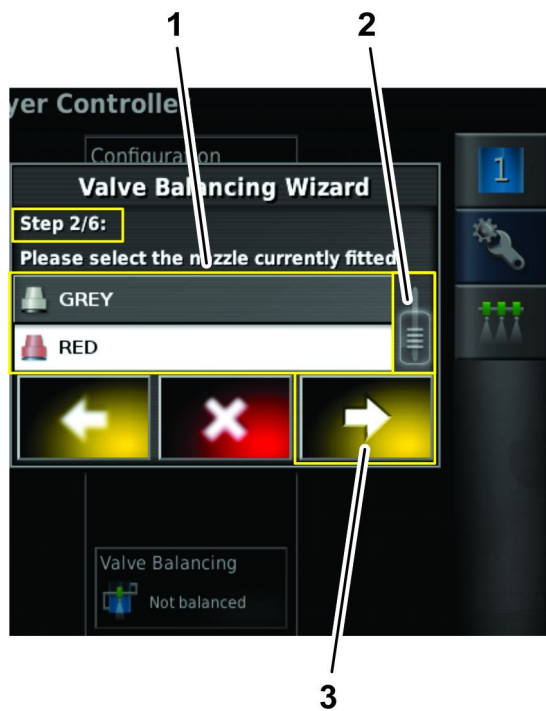

Рисунок 135
- На этапе 2 мастера балансировки клапанов перетащите ползунок полосы прокрутки так, чтобы отобразилось распылительное сопло, конфигурацию которого вы создаете, а затем нажмите на значок сопла из выпадающего списка (Рисунок 135).
3. Нажмите на стрелку «далее» (Рисунок 135).